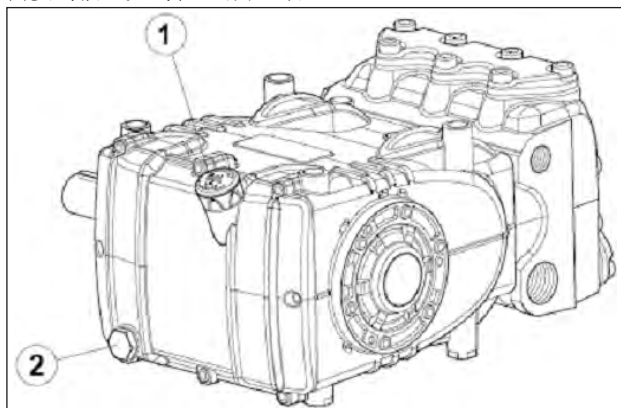

图3
从图3的位置①处的液面杆进行查看。
润滑油的更换可在泵浦于环境温度下时进行，通过拆下：图3处的液